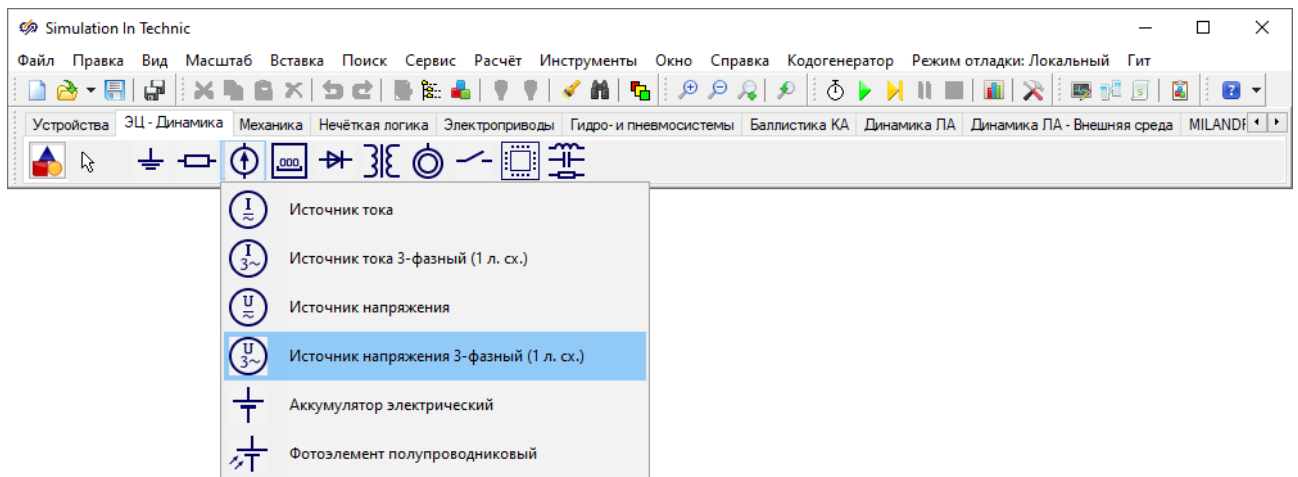

Рисунок 3.4.3. Подменю «**Источники**» - выбор блока «**Источник напряжения 3-фазный**» в списке блоков.
- 2) Совершите нажатие левой кнопкой мыши по блоку **«Источник напряжения 3-фазный»** (Рисунок 3.4.3).